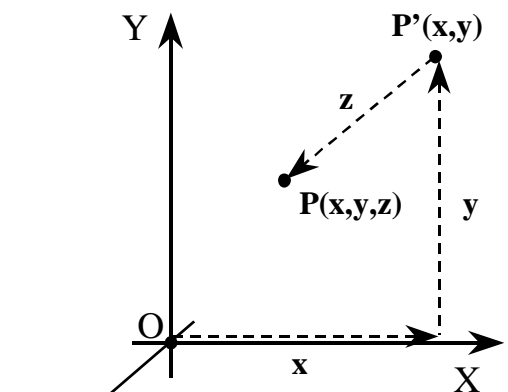

Рис. 169 Точка в декартовой системе координат
**Декартовы** прямоугольные координаты точки представляют собой смещения этой точки от начала отсчета вдоль направлений, заданных взаимно перпендикулярными (ортогональными) осями системы координат (рис. 169). На плоскости используются две оси и координатами точки являются два числа ( $x, y$ ). В пространстве – три оси и, соответственно, три числа ( $x, y, z$ ). В моделях объектов проектирования **bCAD** сохраняются именно декартовы прямоугольные координаты. При вводе двух координат точка получает значение координаты  $Z$ , равное величине текущего **Превышения**.